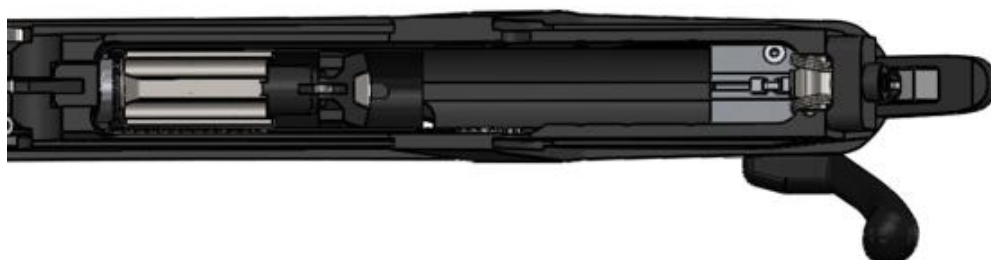

Рисунок 25
(4) Переместить затвор в положение блокировки (рис. 25)